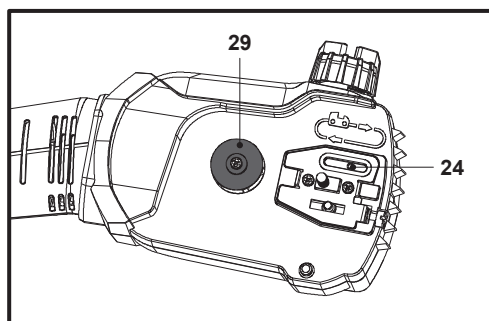

Fig. 44
1. Demontează lama de ghidare (19) și lanțul de fierăstrău (20) în ordine inversă față de montare.
2. Verifică dacă orificiul de ungere (24) nu este înfundat și curăță-l dacă este necesar pentru a asigura lubrifierea corespunzătoare a lamei de ghidare și a lanțului de fierăstrău în timpul utilizării. Folosește o sârmă moale și suficient de subțire pentru a fi introdusă în orificiul de evacuare a uleiului (fig. 44).